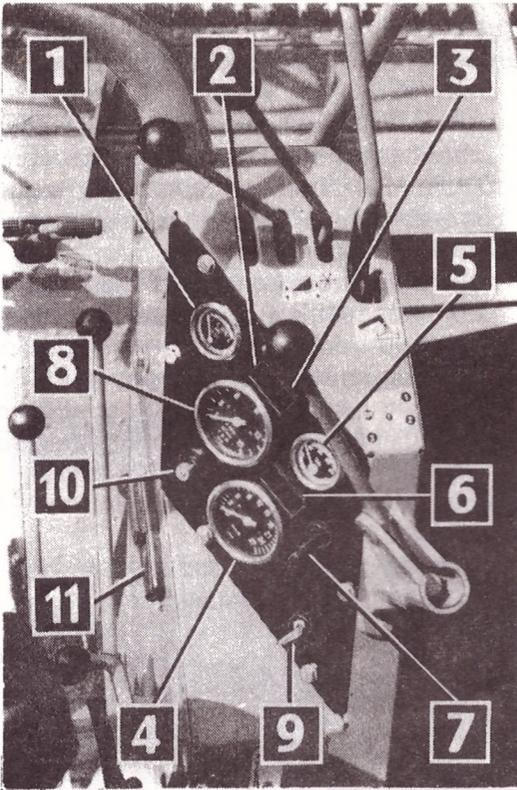

FIG. 3
Appareils de contrôle (voir fig.3)
- enfoncer la clé de contact (9, fig.3) et la tourner jusqu'au premier cran, on doit alors faire allumer le témoin de charge (2). Ce voyant devra s'éteindre lorsque le